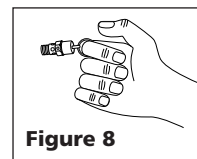

Figure 8
1. Tirer sur l'anneau de la soupape de sûreté et la laisser revenir à sa position normale (Voir Figure 8). Cette soupape relâche l'air automatiquement lorsque la pression du réservoir dépasse le maximum réglé d'avance.